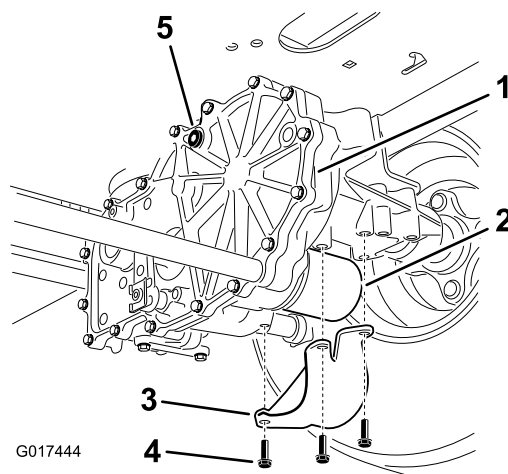

Bild 70
4. Ermitteln Sie den Filter und die Schutzvorrichtungen an jedem Getriebe (Bild 70).
5. Entfernen Sie die drei Schrauben, mit denen die Filterschutzvorrichtung und die Schutzvorrichtung befestigt sind (Bild 70).